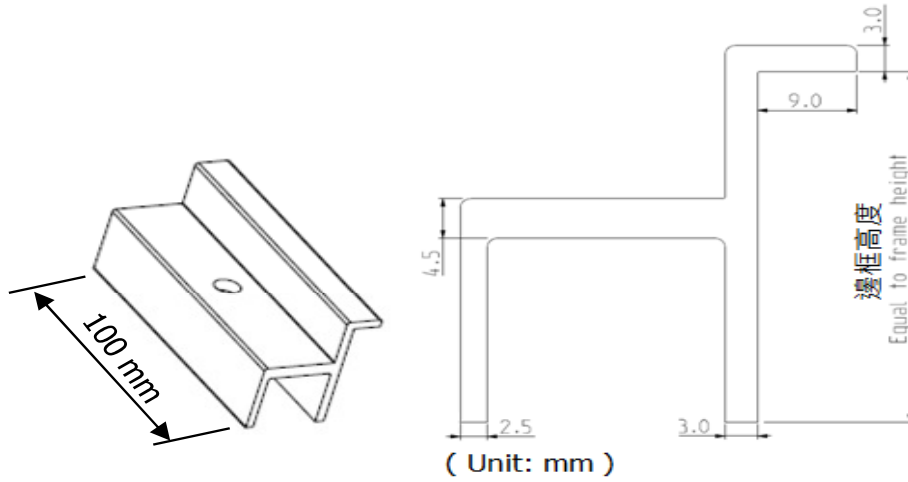

Figura 4: Specifiche del morsetto
- Il materiale dei morsetti deve essere di materiale metallico resistente alla corrosione. Le specifiche raccomandate dei morsetti sono illustrate in Figura 4. I morsetti approvati dall'installatore del sistema possono anche essere utilizzati per l'installazione e il morsetto (AUO non fornisce morsetti correlati).